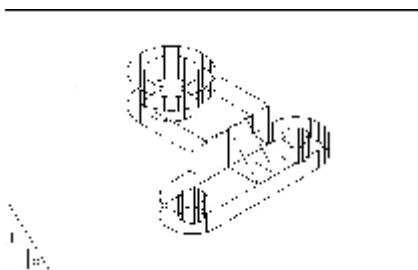

图 6-84 进入了 Layout1 的图纸空间
Configuration 区域 Name 下拉列表中选择 None, Plotter Style Table 区域 Name 列表中也选择 None, 再将页面的尺寸设为 ISO A4(297×210 mm) 后点击 OK 按钮。进入了 Layout1 的图纸空间, 其中虚线是纸张的可打印区域。如图 6-84 所示。
**步骤三:** 用 Erase 删除命令将图 6-84 的大实线框(即视口)删除, 同时支架立体图也被删除了。此时图纸中没有任何视口。